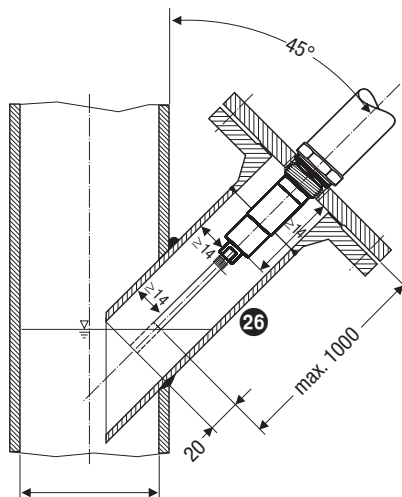

Fig. 17 Schrägeinbau z.B. in steigende Vorlaufleitungen von Heißwasseranlagen oder Behältern.
- Der Neigungswinkel der Elektrode darf maximal 45° betragen, die Länge des Elektrodenstabs ist dabei auf 1000 mm begrenzt. **Fig. 17**